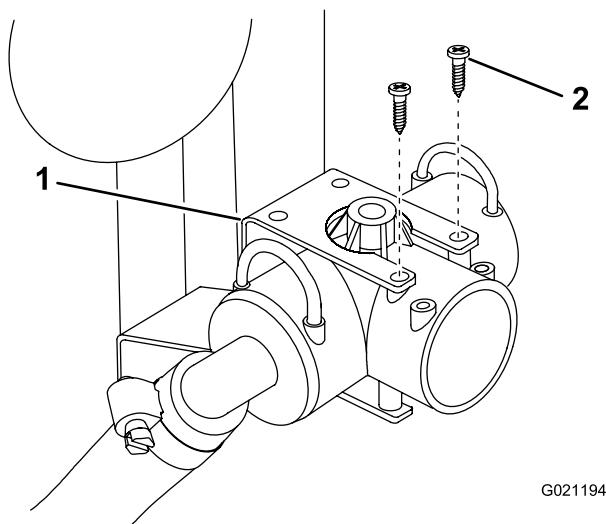

Figura 5
3. Retire los 2 tornillos que sujetan el acoplamiento en T al soporte de montaje. Retire el acoplamiento en T y las mangueras (Figura 5).
2. Tornillo (2)
4. Instale la válvula de control nueva en el conector abierto del acoplamiento en T, y sujétela con una horquilla de retención nueva (Figura 5).